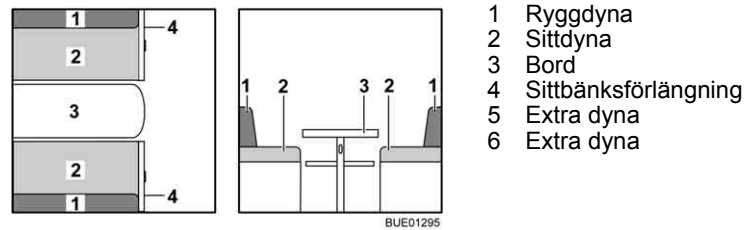

Bild 112 Före ombyggnaden
- Förstora bordet (Bild 112,3) och bygg om det till sängbotten (se avsnitt 6.10).